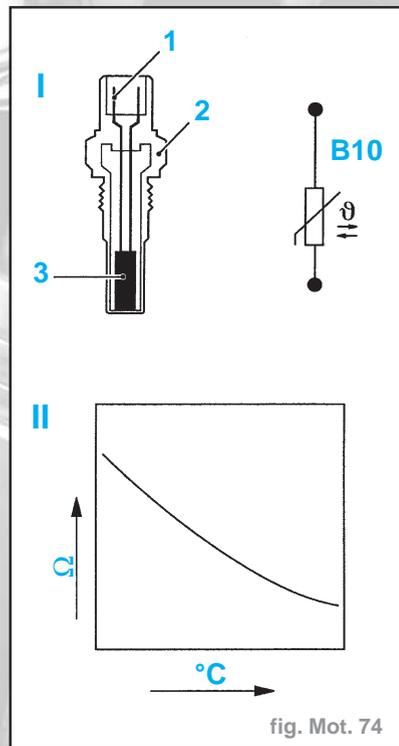

fig. Mot. 74
- La résistance possède un coefficient négatif de température (NTC) c'est-à-dire que la résistance diminue au fur et à mesure de la montée de la température (fig. Mot. 74) :
- tension nominale (V) 4,8 à 5,2